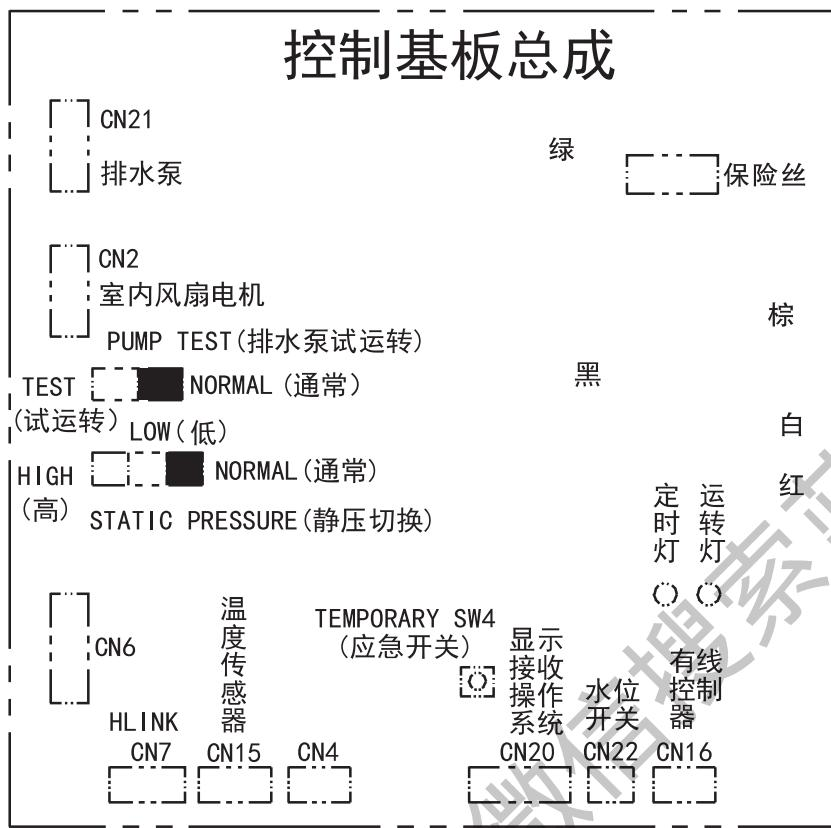

图10
(5) 在接好电线和排水管后,按下面步骤检查确认水流畅通。
b. 将控制基板上排水泵拨到“试运转”档。(图10)